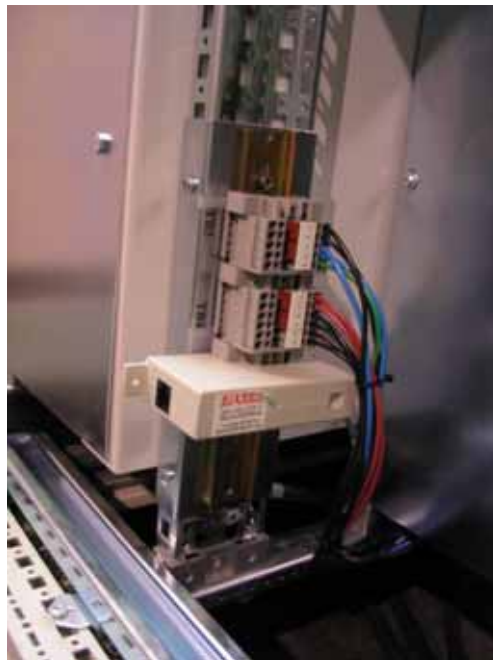

Abbildung 3-9 Führung der Hilfs-, Null- und Erdungsleitungen
2. Führen Sie die zusätzlichen Netzleiter sowie die Nullleitungs- und Erdungsleitung durch die untere Kabeldurchführung, und verbinden Sie die Leitungen mit dem Klemmblock TB3, die Netzleiter mit TB3-2, den Nullleiter mit TB3-4 und den Erdleiter mit TB3-5. (Siehe Abbildung 3-9).
2. Verbinden Sie die Leitungen mit dem Klemmblock TB4, den 230 V-Netzleiter mit Stift 5 des TB4 und die Ader zur Lüftersteuerung mit Stift 6 von TB4. Weitere Informationen finden Sie in Abbildung 3-9.